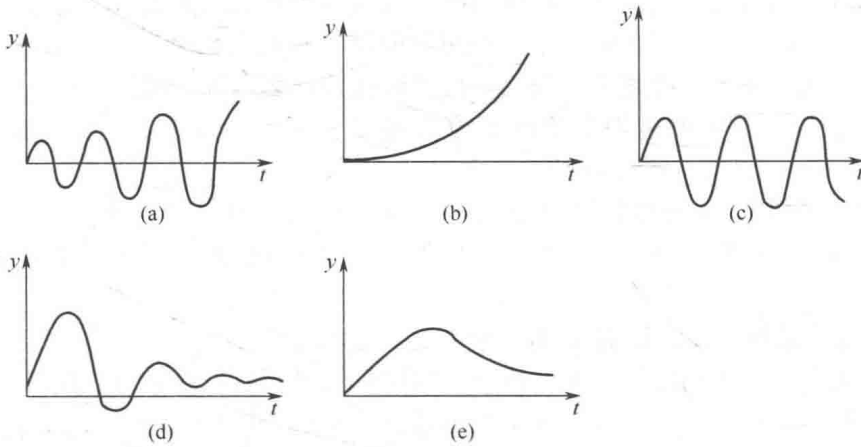

图 1-4 过渡过程的几种基本形式
① 发散振荡过程 如图 1-4(a) 所示。它表明当系统受到扰动作用后，被控变量上下波动，且波动幅度逐渐增大，即被控变量偏离设定值越来越远，以致超越工艺允许范围。
② 非振荡发散过程 如图 1-4(b) 所示。它表明当系统受到扰动作用后，被控变量在设定值的某一侧做非振荡变化，且偏离设定值越来越远，以致超越工艺允许范围。
③ 等幅振荡过程 如图 1-4(c) 所示。它表明当系统受到扰动作用后，被控变量作上下振幅恒定的振荡，即被控变量在设定值的某一范围内来回波动，而不能稳定下来。
④ 衰减振荡过程 如图 1-4(d) 所示。它表明当系统受到扰动作用后，被控变量上下波动，且波动幅度逐渐减小，经过一段时间最终能稳定下来。
⑤ 非振荡衰减过程 如图 1-4(e) 所示。它表明当系统受到扰动作用后, 被控变量在设定值的某一侧做缓慢变化, 没有上下波动, 经过一段时间最终能稳定下来。